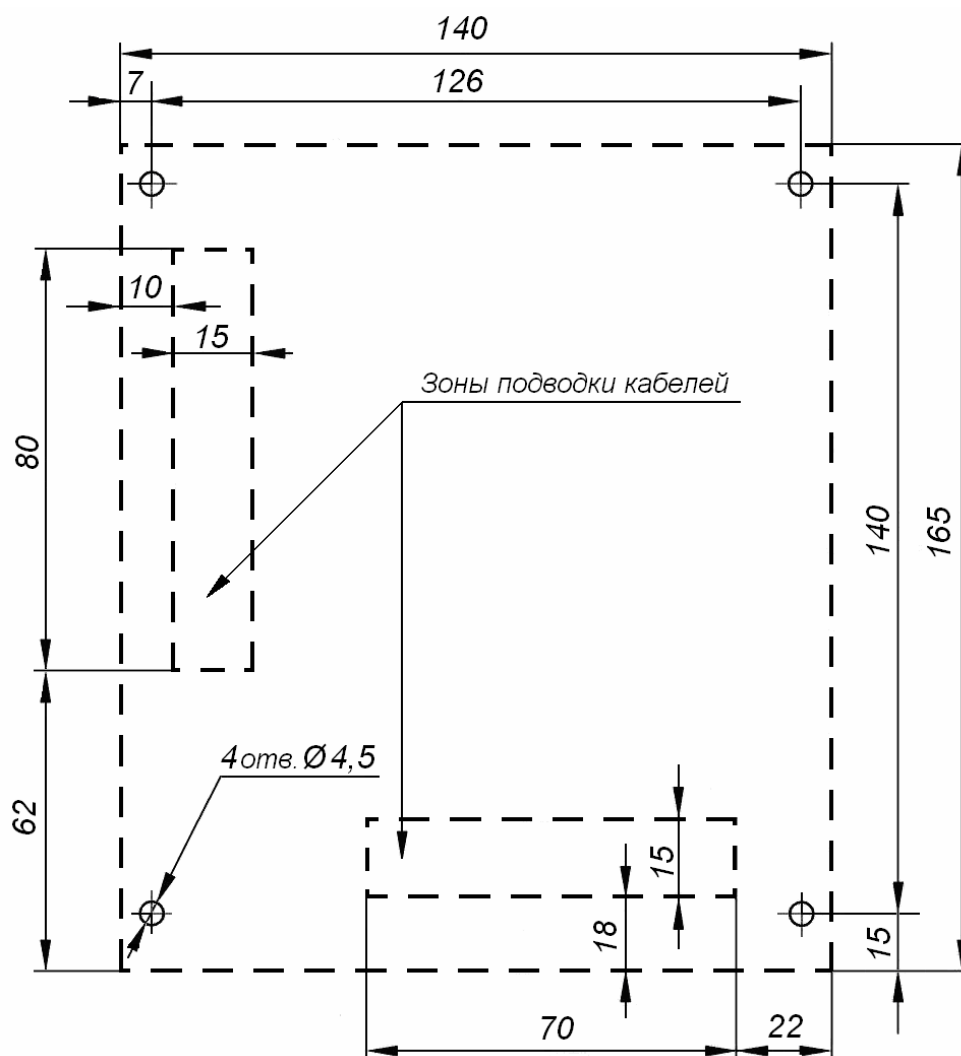

Рисунок 2. Разметка отверстий для установки контроллера (пунктиром показаны габариты корпуса изделия)
3. Произведите разметку и разделку отверстий на установочной поверхности для крепления металлического основания и проводки всех кабелей в соответствии с рис. 2.